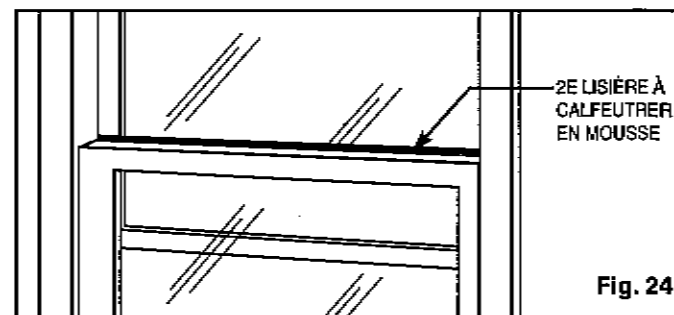

Fig. 24
- Coupez la deuxième bande mousse afin qu'elle s'ajuste adéquatement à l'ouverture entre le haut de l'intérieur et de l'extérieur de la fenêtre. (Fig. 24)